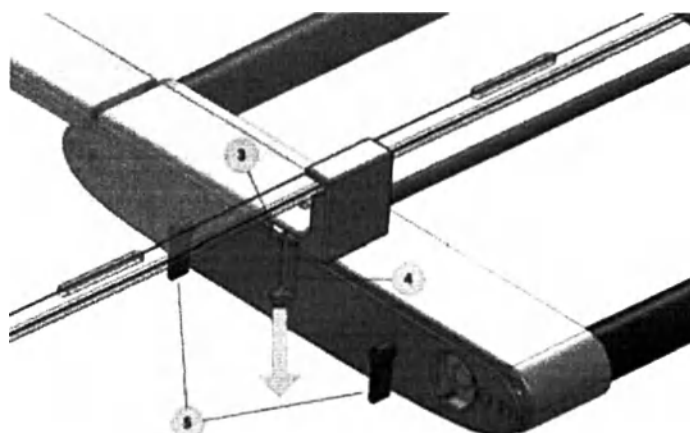

Рисунок 43. Рычаг безопасности
4. Двигайте рычаги безопасности (один на каждом конце) вниз и двигайте рамку в положение (Рисунок 43).
5. Поднимите эти два стопорных рычага для блокировки рамки в положение (Рисунок 43).